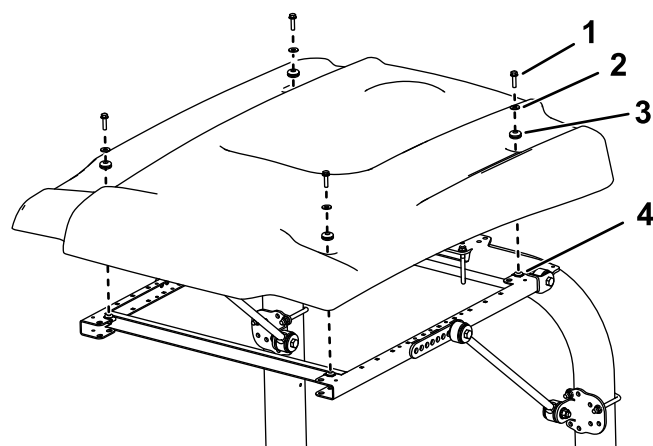

Рисунок 46
9. Выравнивая монтажные отверстия, расположите солнцезащитный навес на раме, как показано на Рисунок 46.
10. Установите каждый угол солнцезащитного навеса на раму с помощью болта с фланцевой головкой (5/16 x 1¼ дюйма), малой шайбы и уплотнительной втулки, не затягивая их (Рисунок 46).